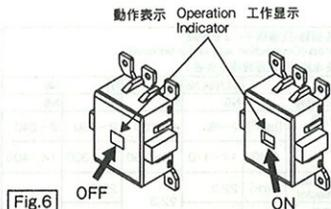

Fig.6
- 動作表示部の位置で動作状態の確認ができます。(Fig.6) 動作表示部に触れないでください。感電、火傷のおそれがあります。なお動作表示部を押してのシーケンスチェックはできません。
- Operation indicator shows contactor operates or not. (Fig.6) Do not touch the operation indicator. Electric shock or burns may result. Even if the operation indicator is pushed, checking of control circuit wiring cannot be done.
- 通过工作显示器位置可以确认工作状态。(Fig.6) 请不要接触工作显示器。有触电、烧伤的危险。另外，不能通过按压工作指示部进行顺序检查。